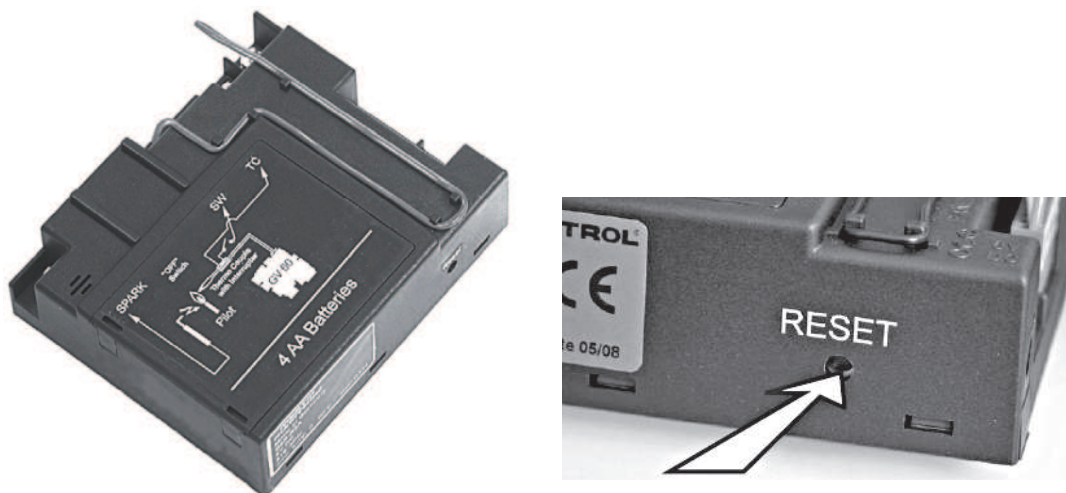

Figura 3: Pulsante “RESET” del ricevitore
- Premere il pulsante **"RESET"** sul ricevitore e tenerlo premuto finché non emette 2 segnali acustici. Vedi Figura 3.